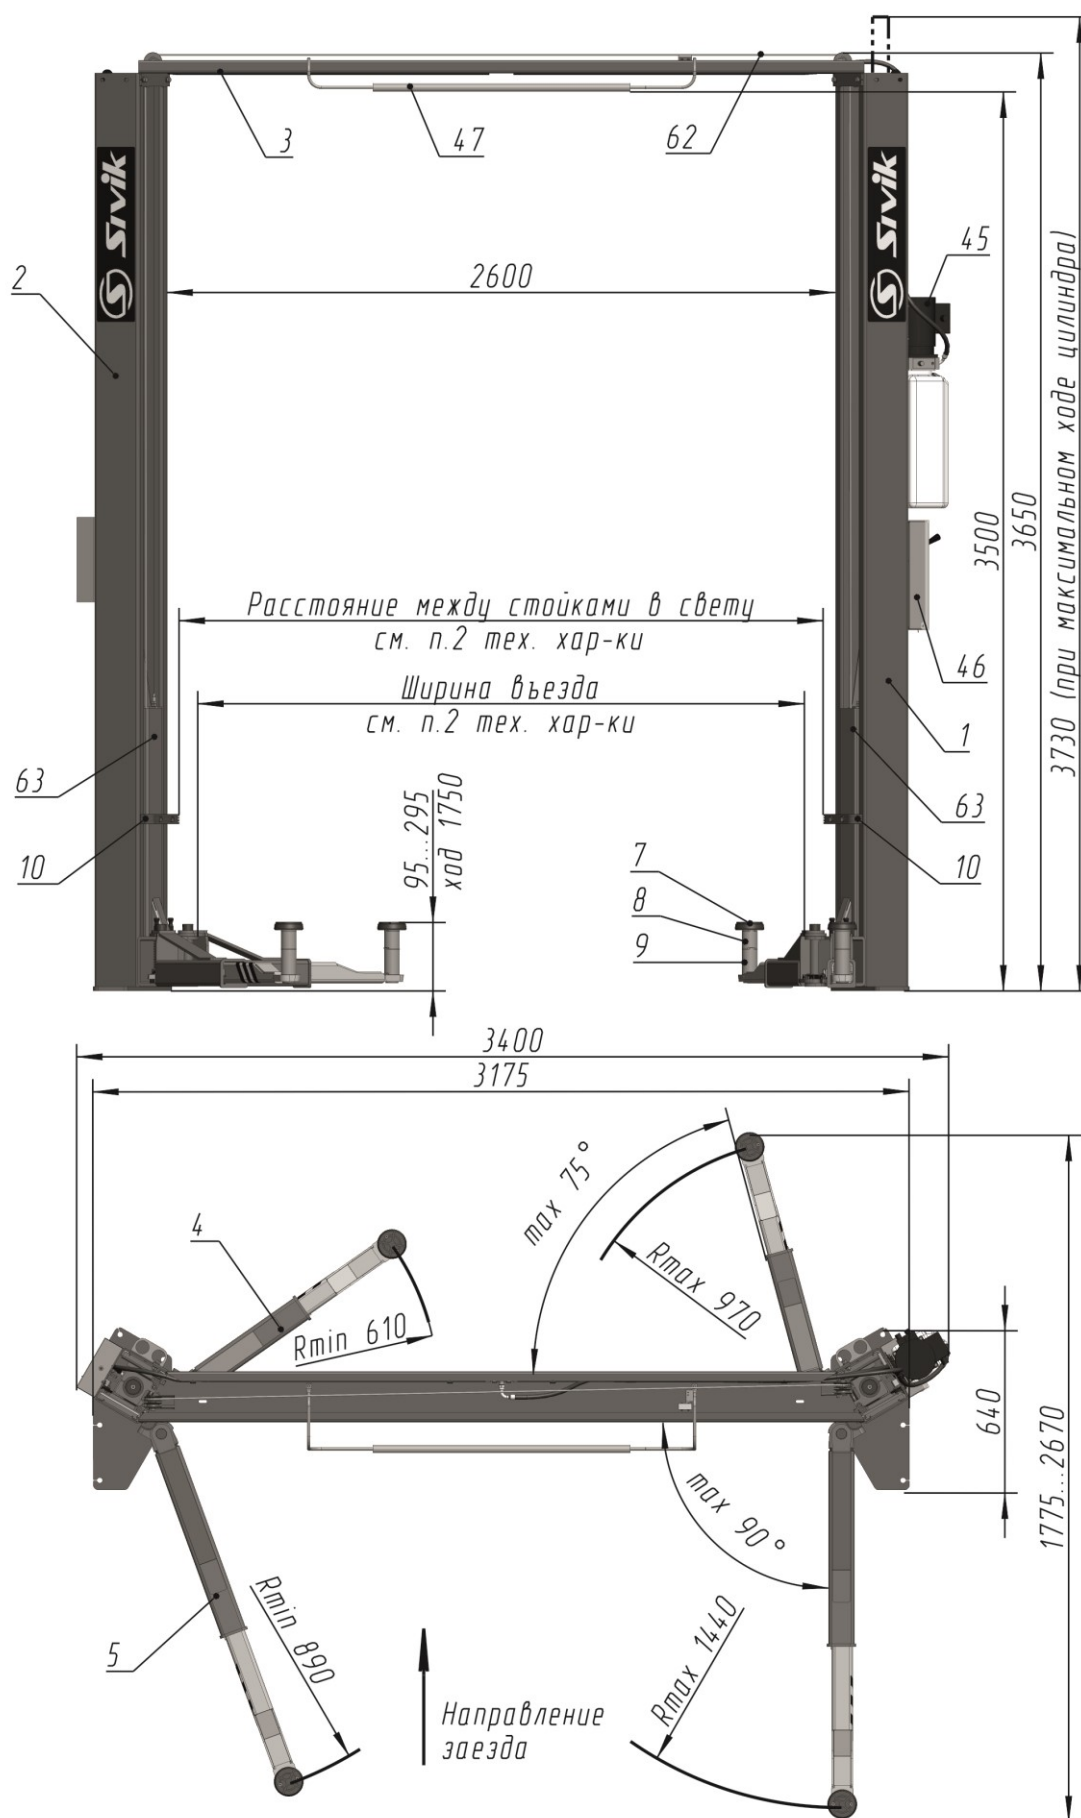
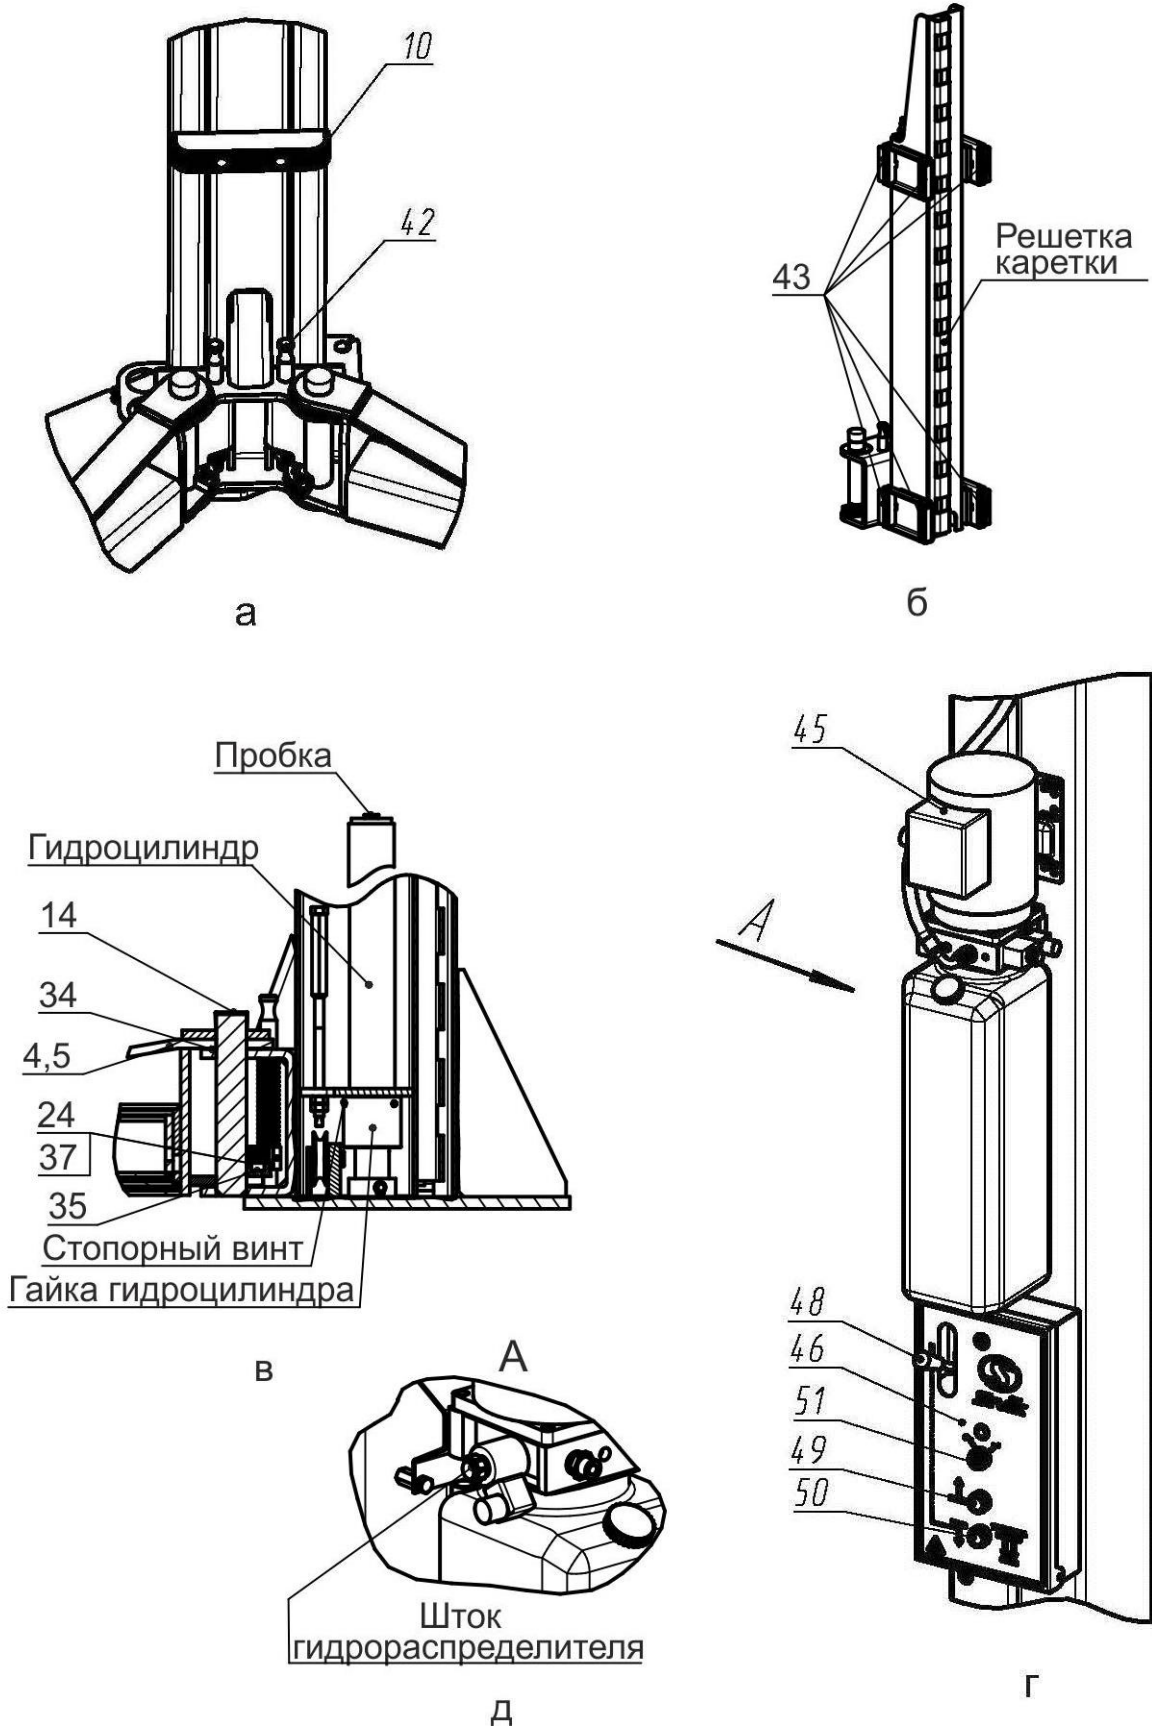

Рисунок 3.1 - Общий вид подъемника
Рисунок 4.1 – Виды подъемника
Подъемник (рисунок 3.1) состоит из двух стоек коробчатого сечения - правой 1 и левой 2, соединенных между собой перекладиной 3. В стойках размещены каретки 63 с закрепленными на них поворотными телескопическими подхватами 4 и 5 разной длины. На концах подхватов 4, 5 установлены опоры 7, подставки опоры 8, 9. Подхваты фиксируются стопорными устройствами 42 (рисунок 4.1 а), автоматически срабатывающими при подъеме автомобиля. При опускании кареток 63 в крайнее нижнее положение происходит автоматическое расстопорение подхватов 4 и 5. Каретки 63 приводятся в движение гидравлическими цилиндрами, установленными внутри стоек. Подъемник снабжен системой 62 тросовой синхронизации движения кареток 63.
Каждая каретка 63 (рисунок 4.1 б) снабжена полиамидными ползунами 43, скользящими по беговым дорожкам стоек 1 и 2. Каретки фиксируются на требуемой высоте стопорами-защелками 44 (рисунок 3.1), закрепленными на стойках 1,2 и входящими в зацепление с решетками на каретках 63.
На правой стойке (рисунок 4.1 г) размещена насосная станция 45 с пультом управления 46. Внутри насосной станции 45 находится клапан предохранительный, предотвращающий перегрузку в гидросистеме. Клапан предохранительный настроен на заданное давление и опломбирован.
- касании автомобилем ограничительной дуги 47 перекладины 3 (рисунок 3.1);
Для предотвращения повреждения дверей автомобиля (при открывании) на каретки 63 установлены накладки 10, фиксируемые винтами М8х30, шайбами 8Г и шайбами 8 (рисунок 3.1 и рисунок 4.1 а).
Управление подъемником осуществляется рычагом 48 (рисунок 4.1 г) и двумя кнопками 49 и 50, установленными в пульте управления 46. Рычагом 48 осуществляется расстопорения кареток 63, а кнопками 49 и 50, подъем (кнопка 49) и опускание (кнопка 50) кареток 63.
ВНИМАНИЕ! Перед сборкой проверить затяжку гаек гидроцилиндров и стопорных винтов (рисунок 4.1в).
Для того чтобы проверить срабатывание упругой тяги 55, необходимо одному человеку прижать рукой защелку 44 к стойке 2, а другому повернуть рычаг 48 (рисунок 4.1 г) на себя. Упругая тяга 55 должна вытянуться на полный ход штока Φ .
При повороте рычага 48 (рисунок 4.1 г) защелки на левой и правой стойки должны срабатывать одновременно. При отпуске рычага 48, защелки на левой и правой стойке должны вернуться в исходное положение. Регулировка проводится выборкой слабины тросика 52 и обжатием петли от вытягивания зажимом 13.
6.9 Открутить пробку бака насосной станции 45 и залить масло (около 12 л) до верхней метки «МАХ» (рисунок 4.1г). Уровень масла контролировать визуально. Установить пробку бака на место.
- кратковременным нажатием на кнопку 49 (двигатель должен работать, вращение крыльчатки по стрелке на кожухе эл. двигателя, а из бака должно убывать масло, рисунок 4.1г).
- отвернуть пробки у каждого гидроцилиндра на один оборот (рисунок 4.1в)